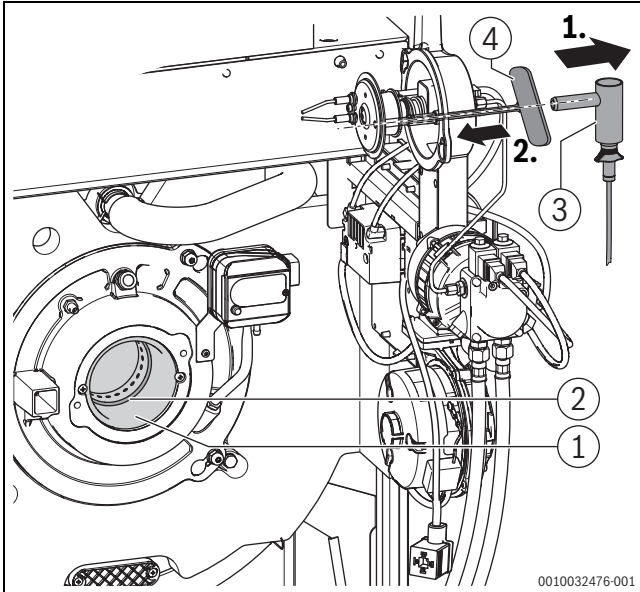

Bild 71 Dichtung prüfen (Serviceposition 1), Verwendung Innensechskantschlüssel zur Ausrichtung des Mischsystems
- Brenner in Serviceposition 1 bringen (→Bild 71).
- Winkelhalter mit Flammenfühler (→Bild 71) aus Brennergehäuse ziehen.
- Zur Ausrichtung des Halterohres des Flammenfühlers mit dem Sichtrohr des Mischsystems einen Innensechskant-Steckschlüssel (Schlüsselweite 5) als Lehre von der Brennergehäuseseite einführen (→Bild 71).
- Winkelhalter mit Flammenfühler (→Bild 71) wieder bis zum Anschlag in Brennergehäuse einstecken.